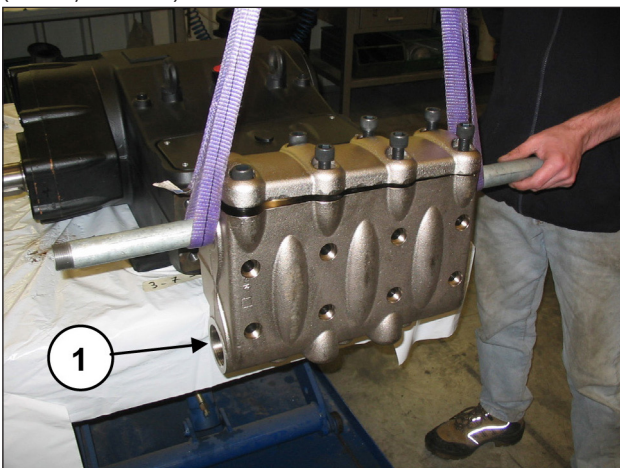
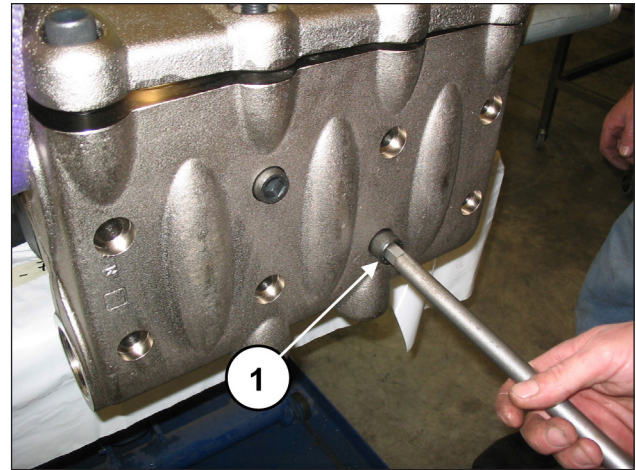

Abb. 107
Abb. 108
Bauen Sie den Kopf auf das Pumpengehäuse an (Pos. ①, Abb. 107) und achten Sie dabei, nicht gegen die Kolben zu stoßen. Ziehen Sie dann die 8 Schrauben M16x180 fest (Pos. ①, Abb. 108).
Ziehen Sie die 8 Schrauben M16x180 von den 4 Innenschrauben ausgehend über Kreuz an (siehe Abb. 107), setzen Sie den Anzug dann mit den 4 Außenschrauben ebenfalls über Kreuz fort